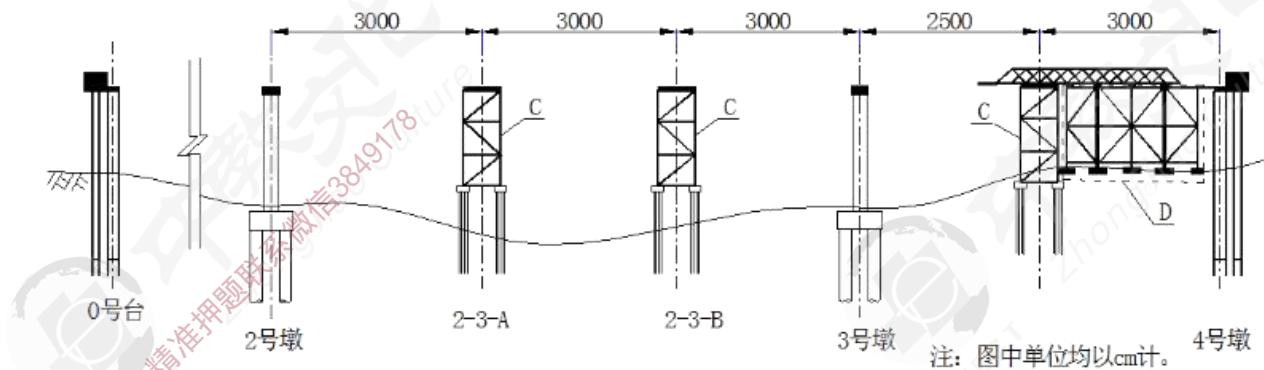

图 4 主桥桥跨与主梁钢桁梁拼装顶推现场布置图
1. 写出图 4 中 A、B 以及背景资料中 C 的名称。
1. 图 4 中 A 为路肩；图 4 中 B 为边沟；背景资料中 C 的名称为弯沉仪。
主桥桥跨与主梁钢桁梁拼装顶推现场布置如图 4 所示。